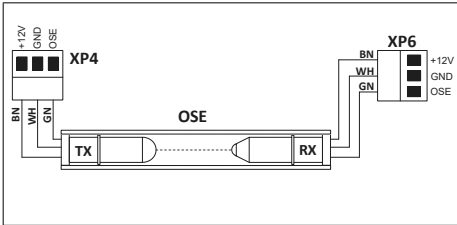

Abbildung 6 – Optoelektronische Sicherheitskante (OSE)
- DIP 1**    OFF – optoelektronische Sicherheitskante OSE (Abbildung 6, 8, 9)
- DIP 2**    OFF – einstrahlige Sicherheitskante OSE (Abbildung 6, 8)